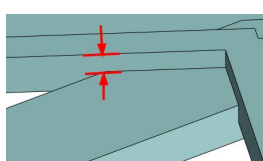

图 4-78 筋从曲面的等距距离
- (4) 【输入筋从曲面的等距】: 使所有筋与曲面之间等距, 如图 4-78 所示。若有必要, 单击 【反向】按钮。